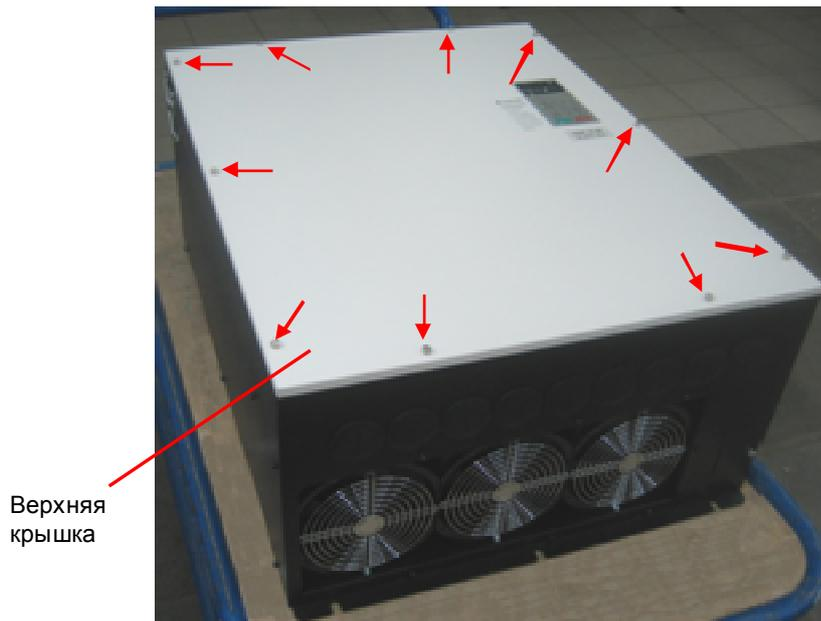

Рис. 6.1.
6.1.2. Выкрутить десять невыпадающих винтов (рис. 6.1, красные стрелки) так, чтобы устранить крепление верхней крышки, но винты не выпадали. Демонтировать верхнюю крышку. Положить крышку в тару.